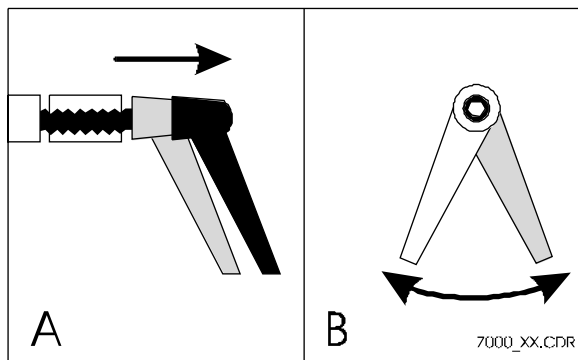

Abbildung 12
- Unter dem Sitz befindet sich der Hebel, der auf Abbildung 12 gezeigt wird. Drehen Sie den Hebel fest (= nach rechts), wenn Sie den Sitz blockieren möchten, so dass der Stuhl nicht drehbar ist.
- Wenn der Hebel unter dem Sitz des Stuhles (siehe Abbildung 12) etwas gelöst wird, kann der Stuhl bis zu 90° nach rechts und nach links gedreht werden. Zum Festdrehen oder Lösen genügt eine Vierteldrehung.
- Falls der Hebel sich mal verdreht haben sollte, so dass die Betätigung für Sie unbequem ist, dann drehen Sie den Hebel fest und ziehen Sie ihn nach außen vom Stuhl weg (Abb. 12-A). Wenn Sie den Hebel so halten, drehen Sie ihn in die gewünschte Position (Abb. 12-B). Wenn Sie den Hebel wieder loslassen befindet er sich in der gewünschten Position.